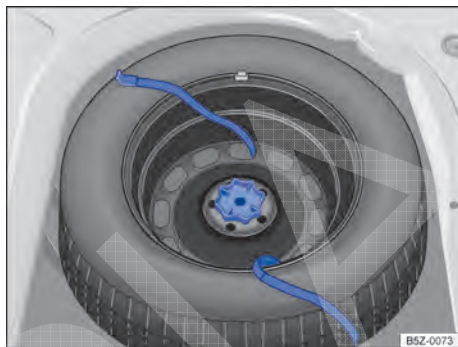

Fig. 141 No compartimento de bagagem: manípulo para fixação da roda de emergência.
- Girar totalmente o manípulo localizado no meio da roda de emergência → Fig. 141, no sentido anti-horário, e remover a roda de emergência.